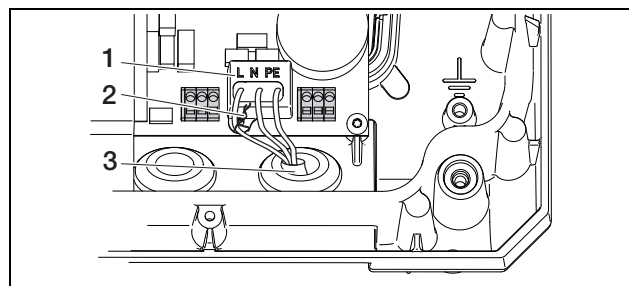

Abbildung 14: Netzzuleitung angeschlossen (mit Versiegelungskappe)
- Schließen Sie die Adern der Netzzuleitung entsprechend der Beschriftung an der AC-Anschlussklemme an (Abbildung 14).